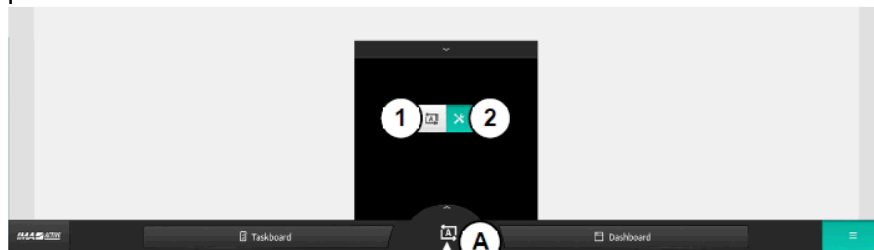

Fig.24
1. Selezionare la modalità MANUTENZIONE dalla maschera inferiore di qualsiasi schermata: Cliccare il tasto A e selezione il Tasto 2 (Fig.24), la modalità manutenzione è attiva quando il tasto è di colore verde.